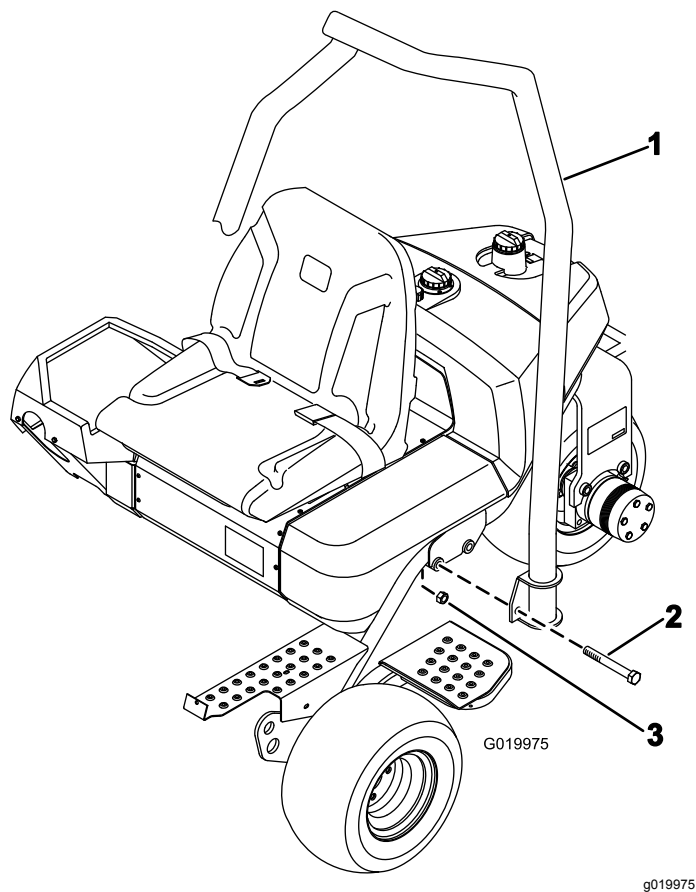

图7
1. 调整翻车保护杆的位置使钢管的顶部弯向机器前面图7。
2. 将翻车保护杆放低到机架上使其与安装孔对齐图7。
3. 如图7所示用2个螺栓 $\frac{5}{8}$ x 4 $\frac{1}{2}$ 英寸和锁紧螺母将翻车保护杆的两侧固定到机架上。